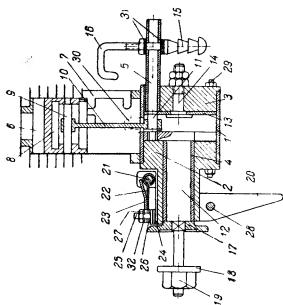

Рис. 1. Разрез:
1. КОНСТРУКЦИЯ МОТОРА (рис. 1)